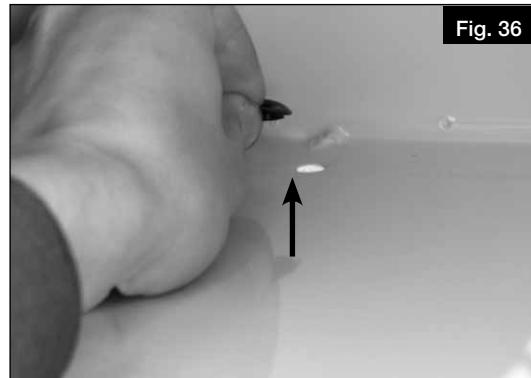
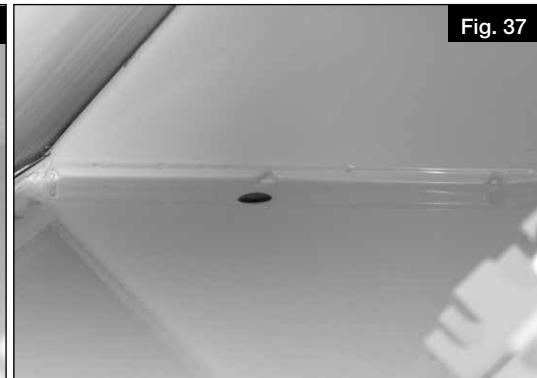

Fig. 36
Fig. 37
- ① Si la récupération de froid est activée, il faut retirer le bouchon situé sur la partie inférieure de l'appareil (voir Fig. 36, Fig. 37) pour assurer l'évacuation des condensats (voir également le chapitre 4.4 „Montage du siphon à boule“, page 12).